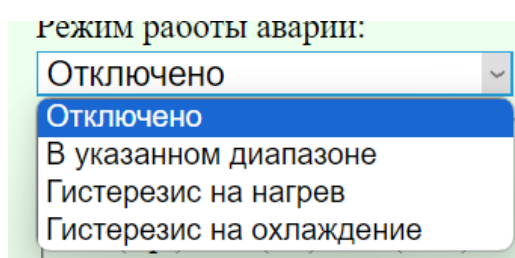

Рисунок 24 – Выпадающий список «Режимы работы аварии»
В поле «3» (на рис. 23) из выпадающего списка устанавливается режим контроля значений измерений (рис. 24). По умолчанию отключено. Значение параметра устанавливается и настраивается индивидуально для каждого канала датчика (см.пп. 2.8.6.3 настоящего РЭ).
2.8.6.3 Режимы контроля устанавливаются в поле «Режим работы аварии» (рис. 24).